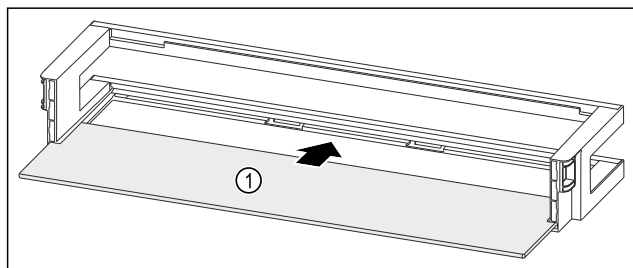

Fig. 188 Balconcino controporta con ripiano
- Inserire il ripiano Fig. 188 (1) negli incavi laterali.